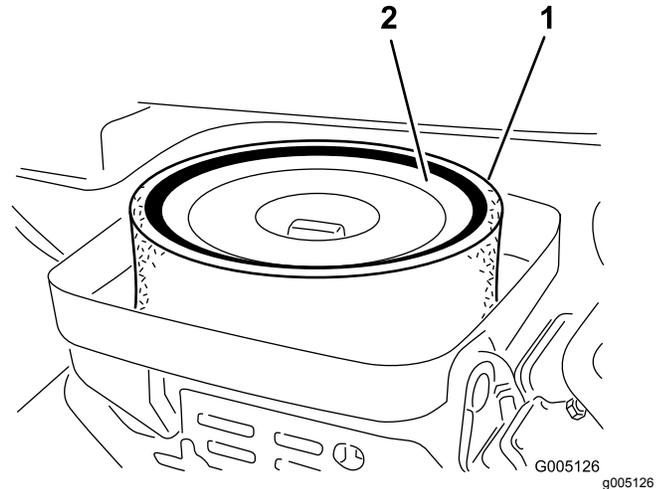

Figure 36
3. Enlevez l'écrou à oreilles qui fixe les éléments au boîtier du filtre à air (Figure 36).
4. Si l'élément en mousse est encrassé, sortez-le de l'élément en papier (Figure 36). Nettoyez-le soigneusement comme suit :